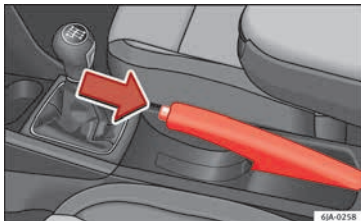

Abb. 175 Mittelkonsole: Handbremse
- Ziehen Sie den Handbremshebel etwas hoch und drücken Sie **gleichzeitig** den Sperrknopf » Abb. 175.